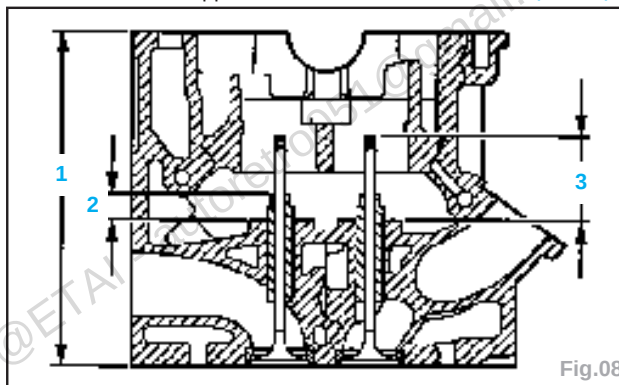

Fig.08
- Hauteur du guide (2) sur culasse (mm) (Fig.08) :